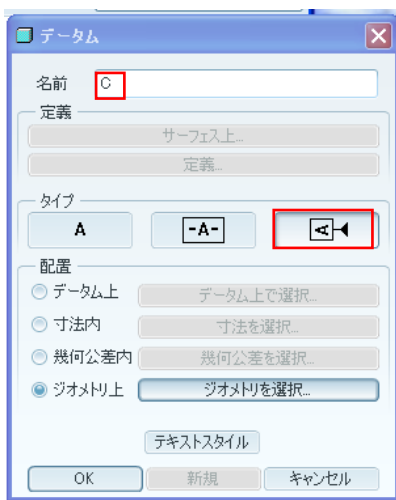

図 9-35 データム面プロパティ
- 先ずモデルツリーのデータム軸「RIGHT」を選択し、次に右クリックで「プロパティ」を選択すると図 9-35 がポップアップされる。